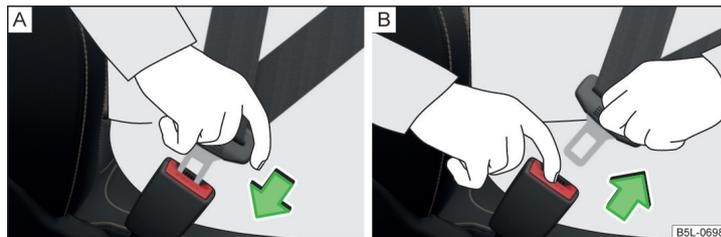

Fig. 6 Bouclage/débouclage des ceintures de sécurité
- Engagez la languette dans la boucle du siège correspondant » fig. 6 - [A] jusqu'à ce qu'elle s'enclenche de façon audible.
- Appuyez sur le bouton rouge de la boucle » fig. 6 - [B], la languette est éjectée.